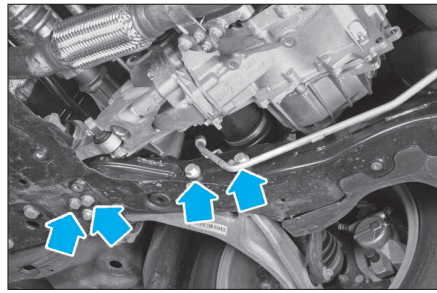

FIG. 13
- Déposer les vis avant et arrière du bras inférieur sur le berceau (Fig.13).